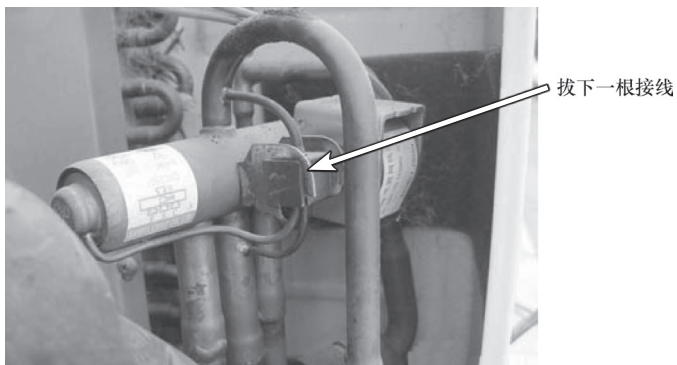

图 5-11 拔下四通阀一根接线
4) 测量四通阀线圈也在供电，将四通阀线圈拔下一根线后，如图 5-11 所示，系统压力不下降，判断为压缩机窜气或四通阀窜气。